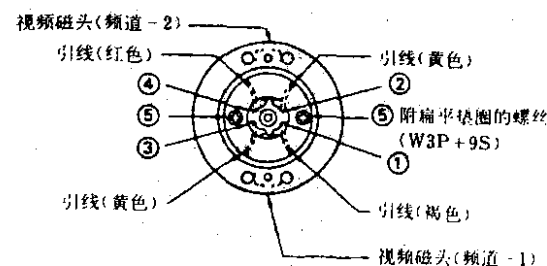

图1-23
2. 用十字螺丝刀松去两支螺丝⑨(黄铜螺丝，外套垫圈)(W3P+9S)。
3. 用磁鼓更换工具垂直向上提出上部磁鼓(参见图1-23)。
1. 按图1-23所示，将引线正确恰当地接于磁鼓。
##### ●磁鼓的拆卸(图1-23)